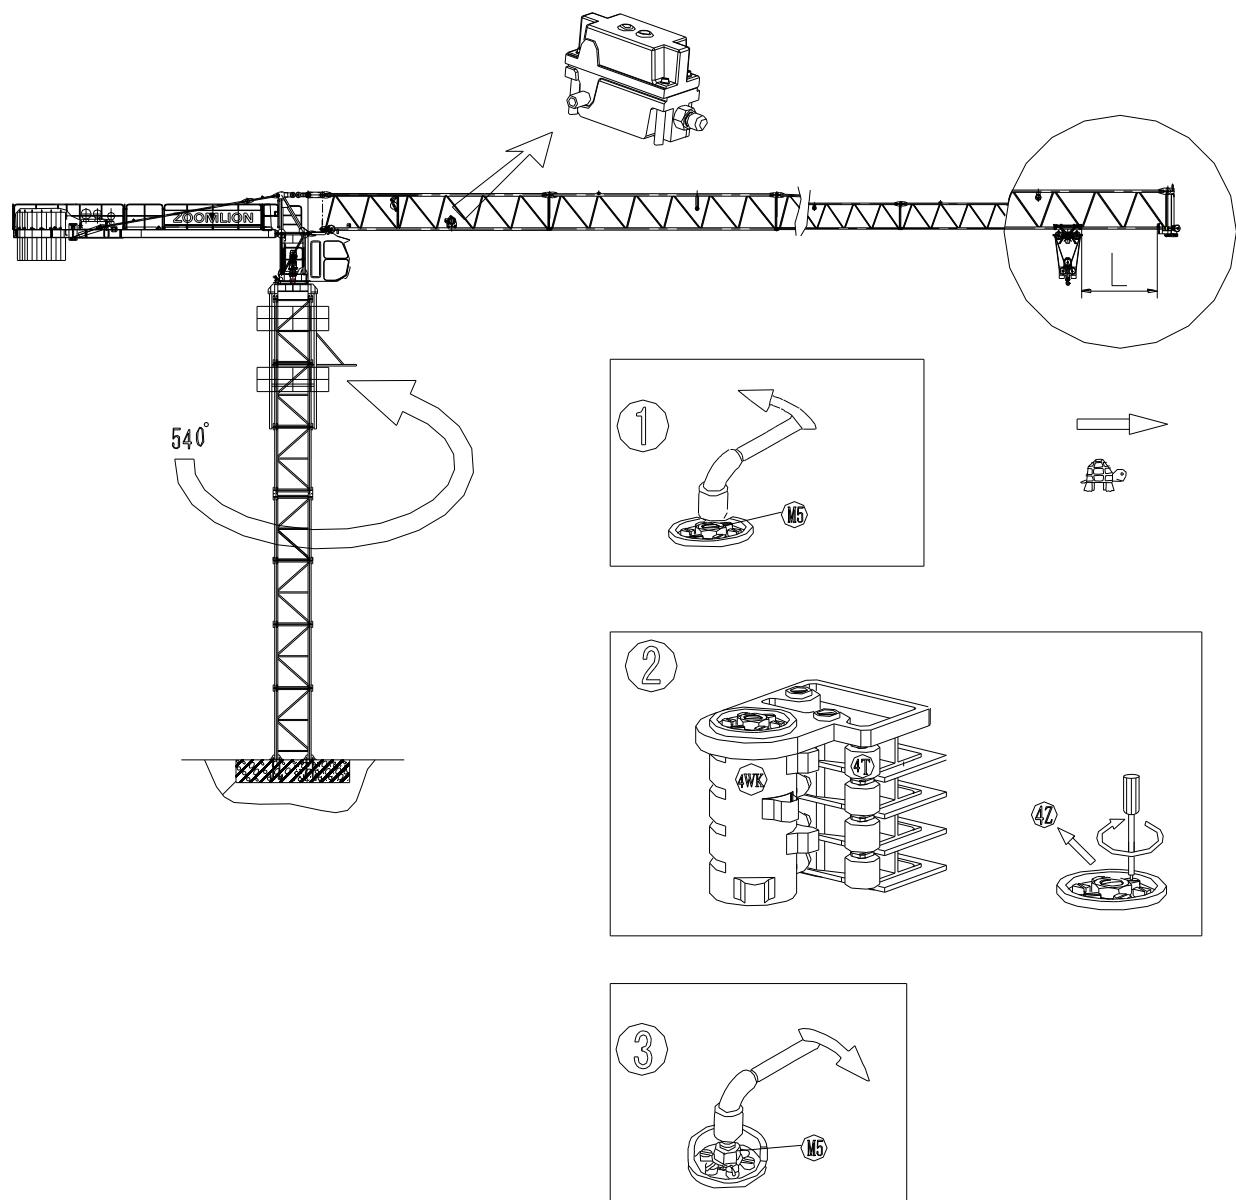

图 7.2-22 回转左限位
- (1) 在电缆处于自由状态时调整回转限位器；
- (2) 向左回转  $540^{\circ}$ (1.5 圈)，调动调整轴(4Z)使长凸轮(4T)动作至使微动开关(4WK)瞬时换接，然后拧紧 M5 螺母，如图 7.2-22 所示：